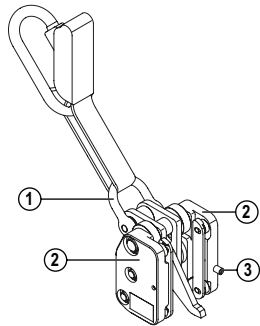

Abb. 16 Sicherungsläufer (GÜFA 5)
1. Sicherungsläufer am Schüssel (1) und Grundkörper (2) mit leichtem Zug nach unten halten und in Führungsrichtung in die Steigschutzschiene führen.
2. Die Schaftschraube (3) verhindert das falsche Einführen in die Steigschutzschiene (Abb. 16).